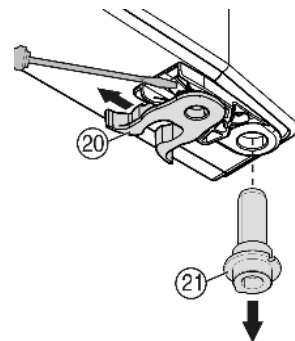

Fig. 9
- ▶ переставить пружинный зажим *Fig. 9 (20)*: Нажмите вниз язычок защелки, снимите с него пружинный зажим.
- ▶ Извлеките опорный палец *Fig. 9 (21)* из втулки двери и вставьте вместе с шайбами на противоположную сторону. Язычок защелки должен быть направлен к внутренней стороне двери, паз — к внешней стороне.
- ▶ Поверните нижнюю часть двери и вставьте опорный палец *Fig. 9 (21)* в опорный кронштейн. При необходимости покрутите опорный палец, чтобы он смог заскочить.